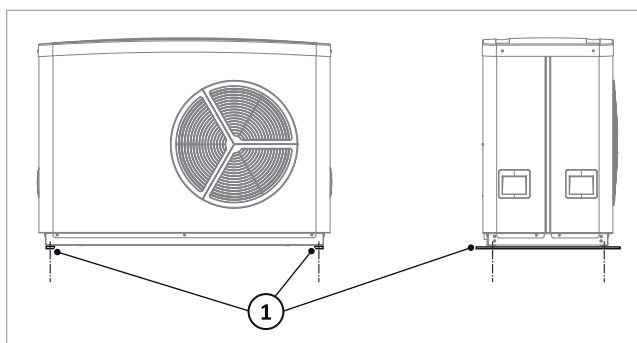

Fig. 8: Montaggio del supporto di montaggio dell'ammortizzatore WP Lea
1. Avvitare il supporto di montaggio dell'ammortizzatore WP Lea al SolvisLea/SolvisLea 8.3 Premium a sinistra/destra come mostrato in ➔ Fig. 8 utilizzando 2 viti M8 e rondelle.